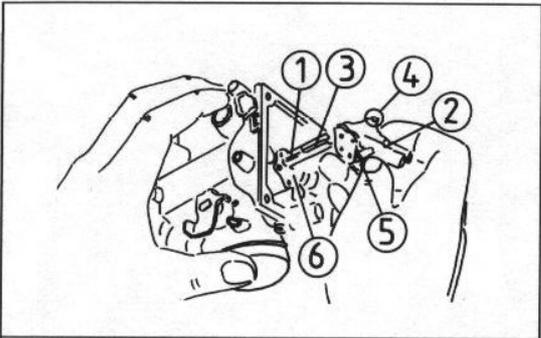

Bild 65
- Die Düsen mit dem passenden Schraubendreher einbauen (Bild 65).